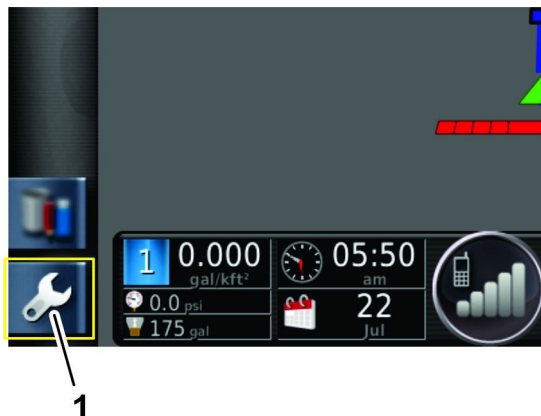

Figura 19
1. Pressione o ícone CONFIGURAÇÃO no ecrã principal (Figura 19).